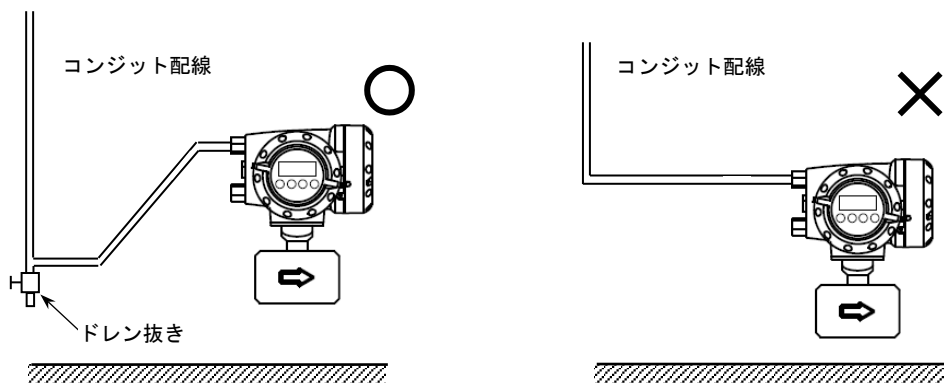

図 1.5a
- 4) コンジット配線を行う場合には図 1.5a に示すように配線接続口から下向きの傾斜を設けて、配線接続口にコンジットを通して水が流れ込まないようにしてください。